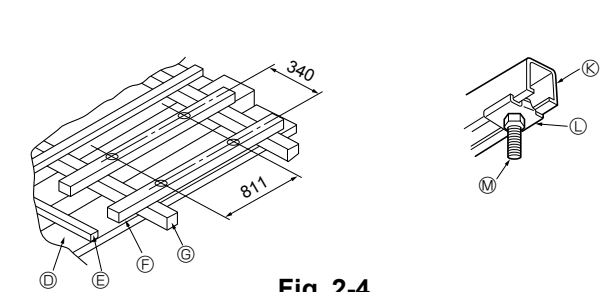

Fig. 2-4
① Estructuras de madera (Fig. 2-4)